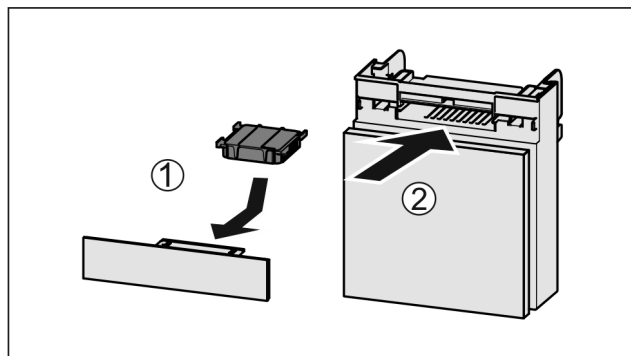

Fig. 106
- Vendosni filtrin me karbon aktiv siç tregohet në figurë Fig. 106 (1).
- Futni kutinë në vend Fig. 106 (2).